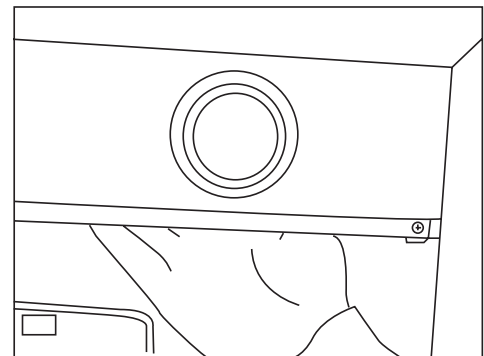

Fig. 1
2. Meta la mano en la unidad y tire del gabinete para bombillas hacia usted. Vea la Fig. 1 en la página anterior.